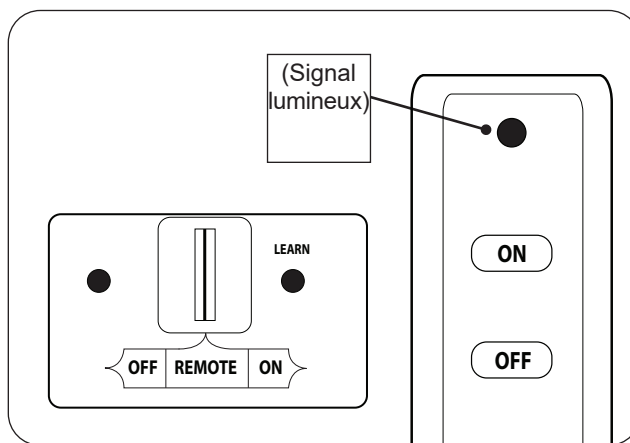

Fig. 68-1 Éclairage à distance
3. Faites glisser le commutateur à 3 positions du récepteur à distance sur **REMOTE** (télécommande) (voir Fig. 68-1).
4. Localisez la télécommande et appuyez sur le bouton **ON** (SUR) (voir Fig. 68-1). La séquence d'allumage commencera.